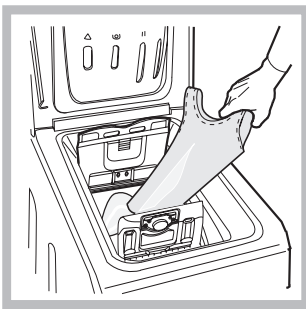

Fig. 3
C) Fyldning af Vasketøj. (Fig. 3)